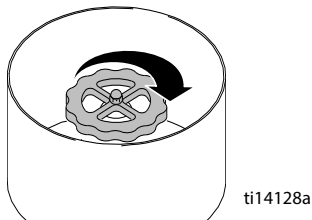

RYS. 3
1. Nałożyć szczeliwo do rur na łącznik (64) i wkręcić je do regulatora gazu (10). Dokręcać złącze aż do uszczelnienia.
UWAGA: Upewnić się, że złącze WYJŚCIA regulatora jest podłączone do łącznika (64). **Zob. Rys. 3.**
2. Przykręcić łącznik złączki obrotowej (323) na kolanko rury (142). Dokręcać złącze aż do uszczelnienia.
3. Nałożyć szczeliwo do rur na łącznik (408) i przykręcić podzespół rurowy (408, 409, 410) do kolanka (401). Skręcać połączenie do chwili osiągnięcia szczelności.
UWAGA: Upewnić się, że złącze WEJŚCIA regulatora jest podłączone do kolanka rury (142). **Zob. Rys. 3.**